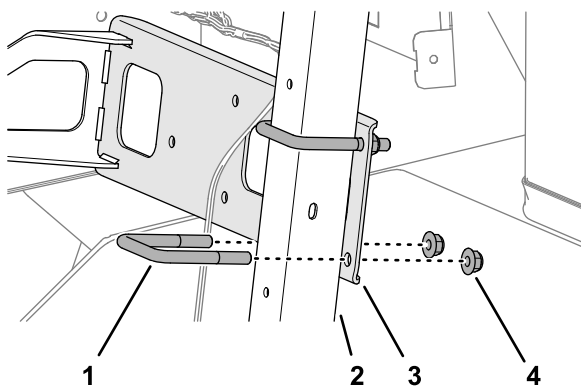

Figure 76
4. Assemblez sans serrer le support de collecteur au tube de support de tableau de bord (Figure 76) à l'aide de 2 étriers filetés (3/8") et 4 contre-écrous à embase (3/8").